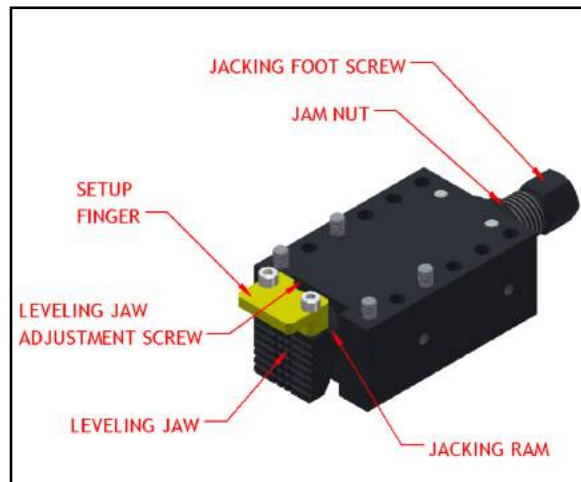

FIGURE 3-6. COMPOSANTS DU PIED DE NIVELLEMENT
5. Réglez grossièrement les pieds de nivellement (un pied est montré sur la Figure 3-6) en tournant la vis de poussée du pied jusqu'à ce qu'ils soient à peu près plus larges de 1/8" (3 mm) que le DE de la bride.